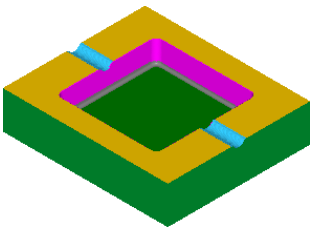

图 11.40 仿真结果图
(1) 在 **刀具路径** 选项卡中单击  按钮，然后单击  按钮，系统弹出“验证”对话框。
(2) 在“验证”对话框中单击按钮。系统将开始进行实体切削仿真，结果如图 11.40 所示。单击按钮关闭“验证”对话框。